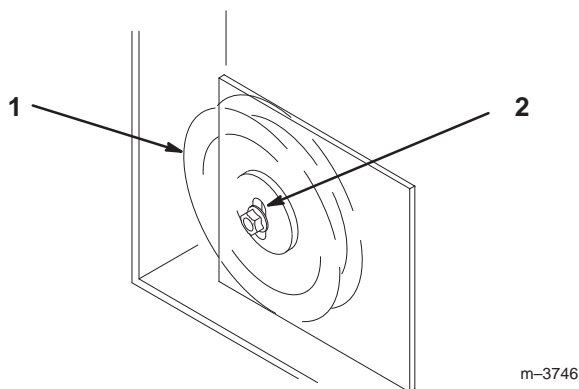

Figure 70
9. Si un réglage est nécessaire, desserrez la poulie de renvoi fixe à droite de la plaque de support et déplacez-la en haut ou en bas de la fente de réglage (Fig. 70). Pour détendre la courroie, tirez sur la poulie de tension rappelée par ressort.